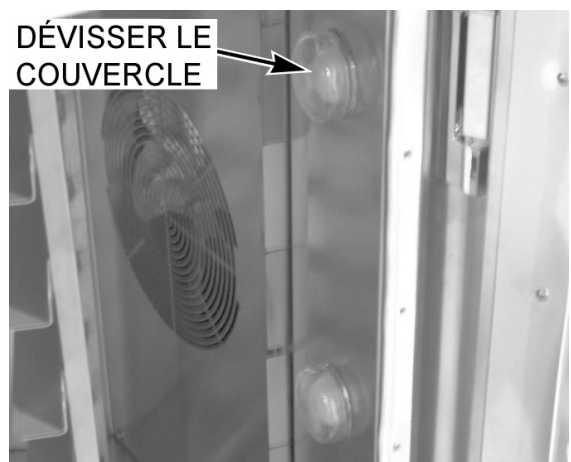

Fig. 4
- A. Appliquez une torsion sur le couvercle de la lampe (Fig. 4) pour le désengager de la douille d'ampoule et retirez-le de la douille.